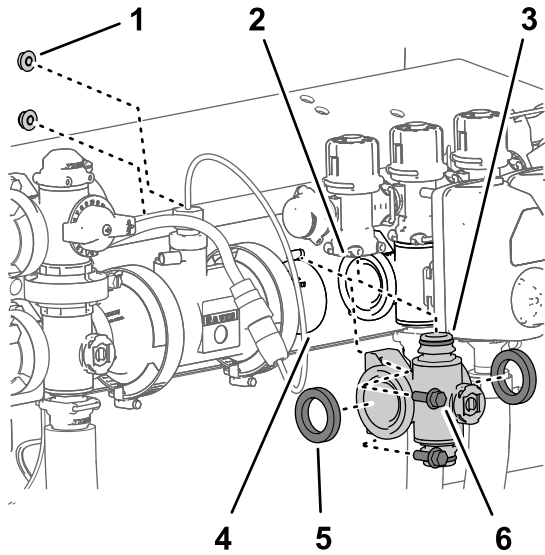

图 118
- 对于左或右喷洒臂段阀歧管应松开将该喷洒臂段阀歧管固定至阀支架的 2 个凸缘头螺栓 $\frac{1}{4} \times \frac{3}{4}$ 英寸和 2 个凸缘锁紧螺母 $\frac{1}{4}$ 英寸图 118。
- 向下移动喷洒臂段阀歧管和垫片使之与喷洒臂段旁通阀分开然后再离开机器图 118。